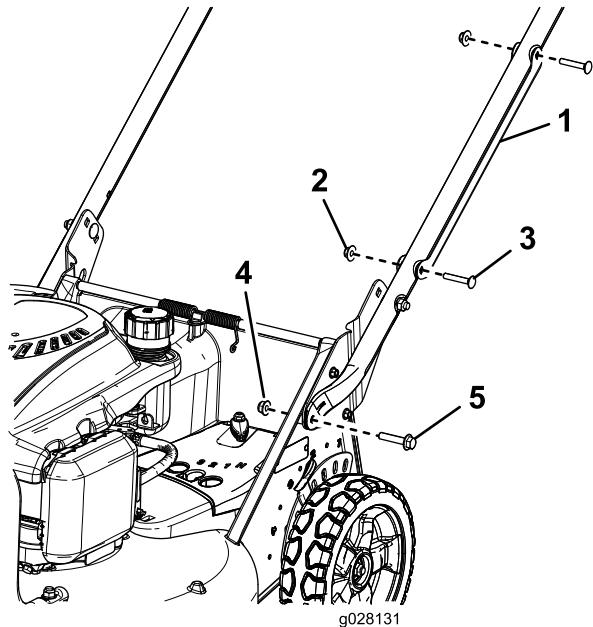

Figura 3
- Instale los extremos del manillar en la carcasa de corte con 2 pernos de cabeza hexagonal con arandela prensada (5/16" x 1-1/2") y 2 tuercas con arandela prensada (5/16"), según se muestra en Figura 3.
- Posicione el protector de cable en el manillar **con el/los cable(s) dentro del protector**, y sujetelo al manillar con los 2 pernos de cuello cuadrado y las 2 contratuerzas que retiró anteriormente (Figura 3).